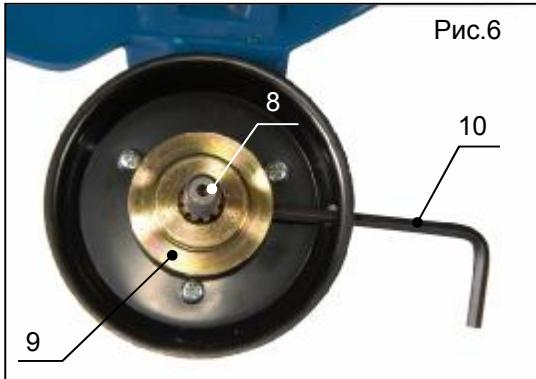

Рис.6
- Установите на вал (поз.8, рис.6) приёмную шайбу (поз.9, рис.6)
- Зафиксируйте вал с помощью специального ключа (поз.10, рис.6), входящего в комплект поставки